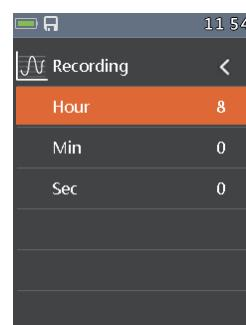

Fig134
- (Fig134) Ajuste de la duración de grabación, de 1 min a 9h: 59 min.